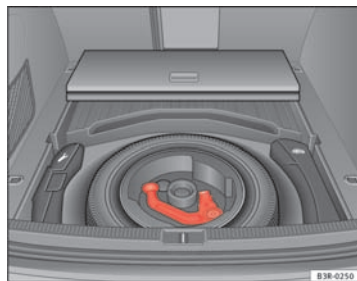

Fig. 162 Coffre à bagages : roue de secours avec dispositif d'attelage
- Pour les véhicules avec roue de secours ⇒ fig. 162.